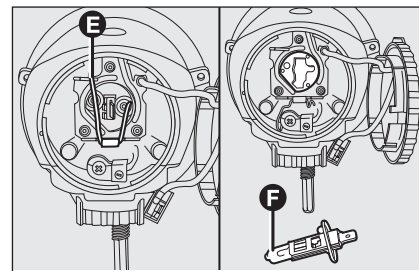

fig. 31
- ☐ desenganche el muelle **E-fig. 31** y saque la lámpara **F**;